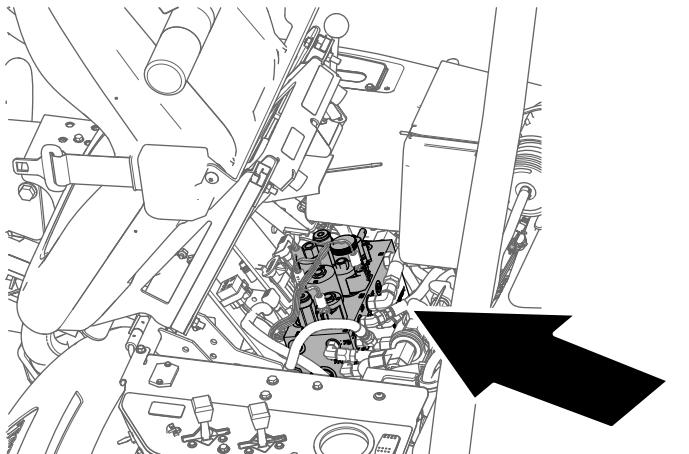

Figura 63
4. Incline o banco do operador para a frente e sustente-o com a barra de apoio (Figura 63).